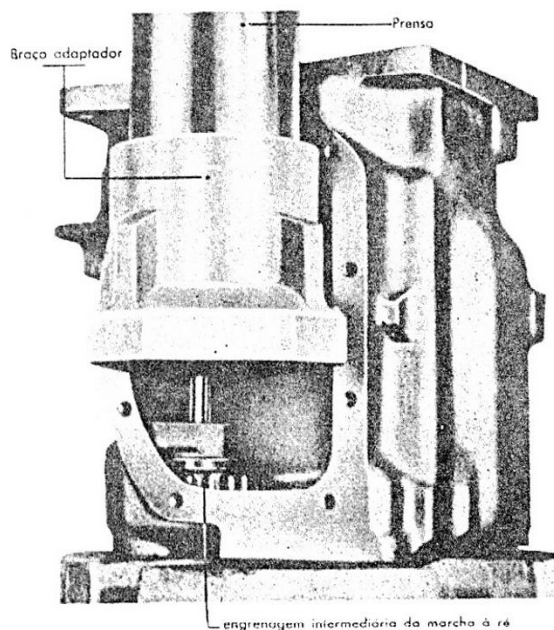

fig. 8 — remoção do eixo da engrenagem intermediária da ré
18. Pressionar para fora da caixa o eixo da engrenagem intermediária da ré e remover a engrenagem (fig. 8).